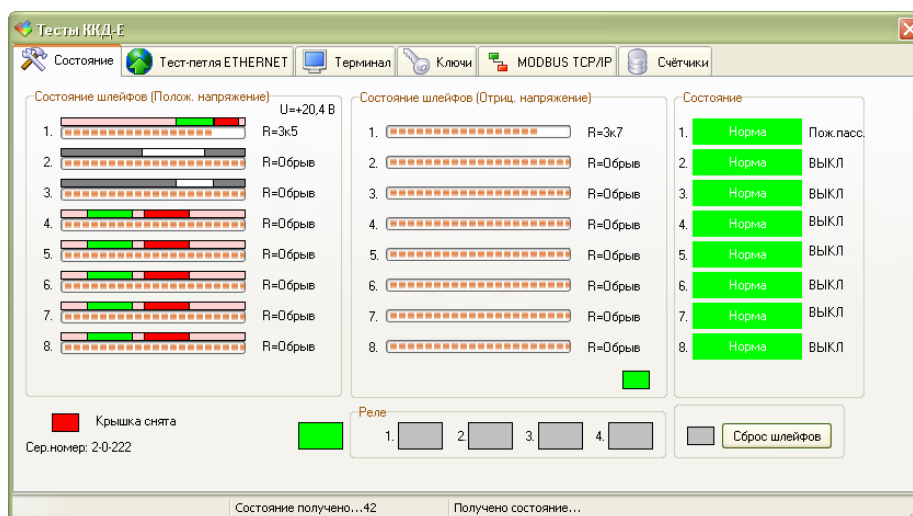

Рисунок 52 - Реле 1-4 в состоянии «Выключено»
5) Снять крышку корпуса ККД-Е и проверить выдачу индикации «Крышка снята» в сервисной программе RASOS (рисунок 52).